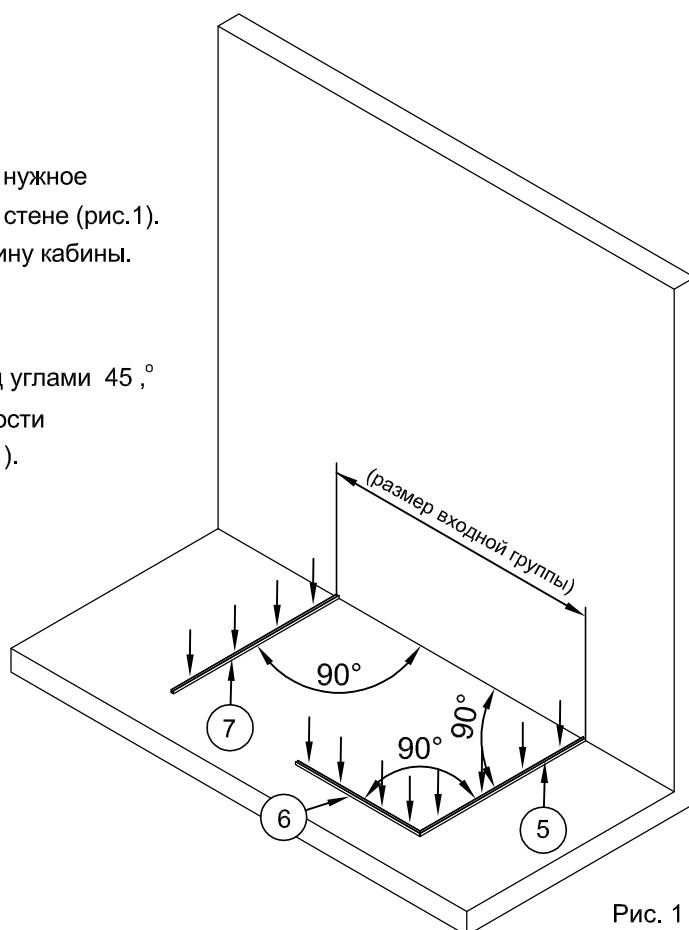

Рис. 1
1.1. Установить профиль №5 правой боковой стенки на нужное место на пол прямоугольным торцом под прямым углом к стене (рис.1). Другой торец профиля, обрезанный под углом 45° , в середину кабины.
1.2. Установить на пол профиль №6 под прямым углом к профилю №5. Торцы профилей №5 и №6, обрезанные под углами 45° , должны совпадать. Расстояние от стены до внешней плоскости профиля №6 равно ширине приобретенной кабины (рис.1).
1.4. Карандашом или фломастером провести разметку мест сверления отверстий под дюбели, используя отверстия в профилях для их крепления к полу (рис. 1).